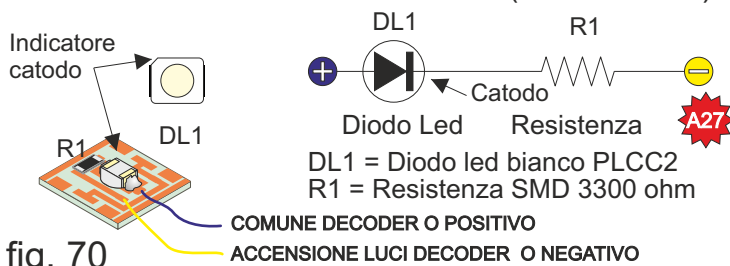

fig. 70
**37) Illuminazione cabina:** Inserire il diodo led L1 nel foro del circuito 45-021 posizionare la resistenza R1 e saldare. Preparare i due fili in rame smaltato grattando con una lama saldarli in posizione come mostrato in fig. 70, quindi contrassegnarli con della vernice per consentirne l'individuazione una volta chiusa la cabina. Nel decoder Zimo per l'utilizzo in DCC della funzione F0 (accesa in entrambe le direzioni) è necessario modificare le seguenti CV :